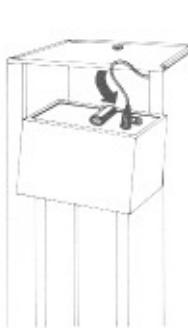

Fig. 2
1. Dans le casier vide du radiateur, brancher le câble secteur dans la douille ② du récepteur (fig. 2), puis y insérer l'appareil (fig. 3).